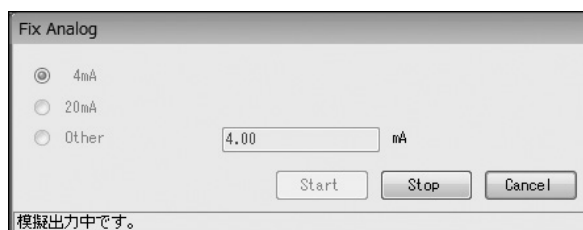

図3-51
- ④ 「OK」 ボタンをクリックすると、設定したアナログ値が出力されます。模擬出力値の出力中は図3-51のように、ウィンドウ下部に“模擬出力中です。”というメッセージが表示されます。模擬出力を停止する場合は「Stop」 ボタンをクリックします。
- ⑥ 「OK」 ボタンをクリックすると、図3-51 のウィンドウに戻りますので、「Cancel」 ボタンをクリックし、「Fix Analog」を終了してください。